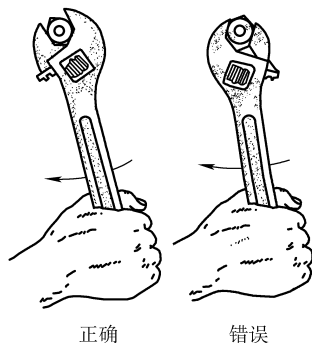

图 2-30 活动扳手的正确使用
(6) 使用开口扳手, 开始旋松或最后旋紧螺母及螺栓时, 应让较厚的扳口承受拉力; 使用活动扳手时, 要将活动扳口调到卡在螺母或螺栓上不会松动, 拉动时必须使力吃在固定扳口上, 如图 2-30 所示。否则, 容易滑出或使活动扳口断裂。使用管子扳手时, 要让扳口咬紧工作物后, 再用力拉动, 否则会滑脱。
(7) 扳手用完后, 应妥善保管, 防止生锈和被酸碱腐蚀及丢失。